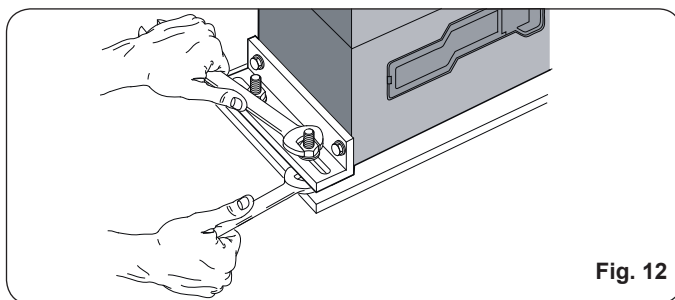

Fig. 12
5. Fixar o motorreductor na placa de fundação apertando as porcas como na Fig. 12.